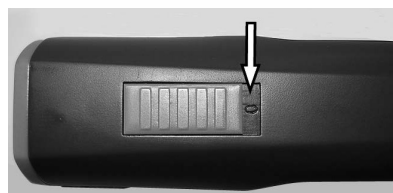

Fig. 4 Interruttore in posizione ferma ("0")
1. Metta l'interruttore sulla posizione azzerata "0" (fig. 4).
2. Faccia pressione sulle due levette ai lati della batteria (2) e la levi dalla tosatrice (1).
3. Inserisca la batteria carica (1) nella tosatrice (2) fino a che i ganci della batteria stessa siano fissi nella cerniera della tosatrice.